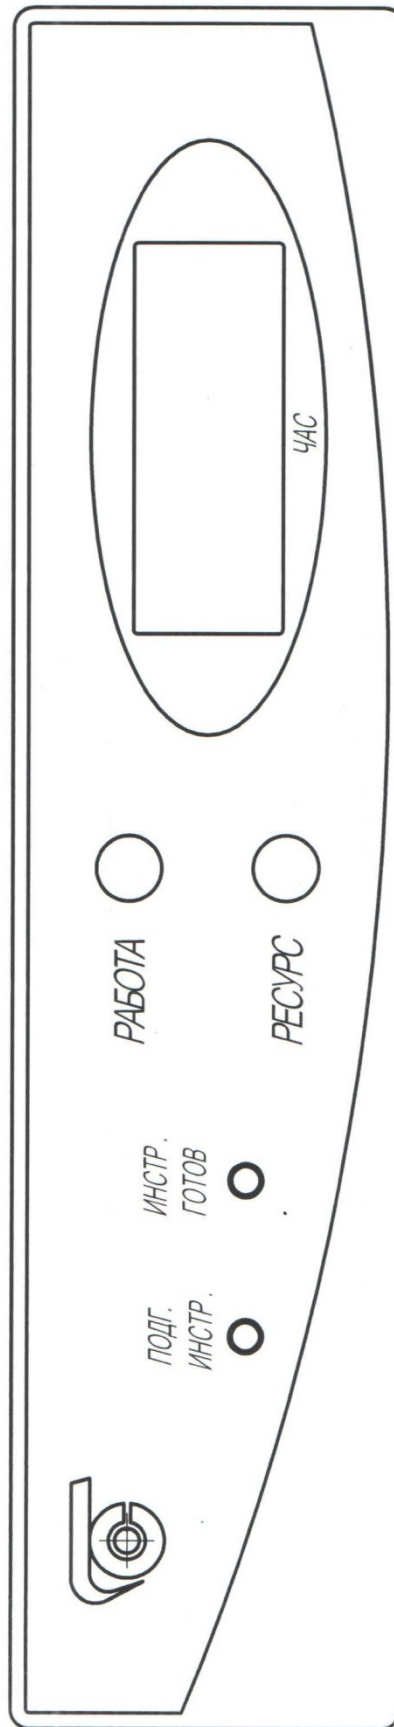

Рис.2. Панель управления.
5.2 Блок управления находится в верхнем блоке световом, на котором располагается панель управления (рисунок 2).